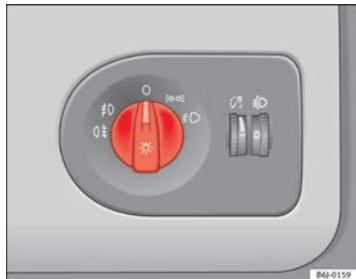

Fig. 54 Detalle del tablero de instrumentos: mando de las luces, faros antiniebla y luz trasera antiniebla
- Gire el mando de las luces ⇒ fig. 54 hasta la posición ☀.